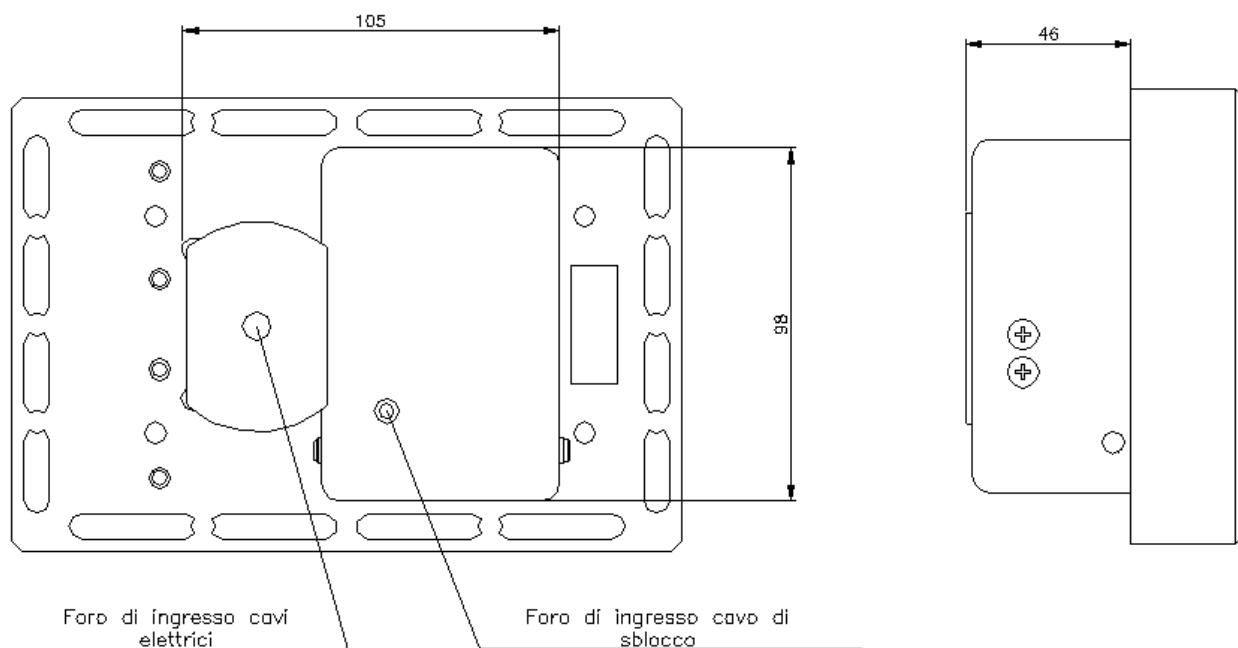

fig. 1
- Sulla parete, creare un vano adatto a contenere la parte posteriore del **BLINDINO** tenendo in considerazione gli ingombri riportati nella fig. 1.